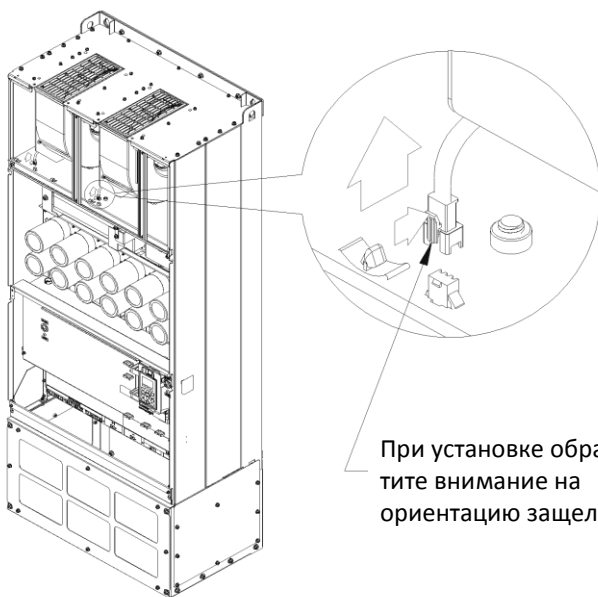

Рис. 3
3. Нажмите защелку для отсоединения кабеля вентилятора (Рис. 3).